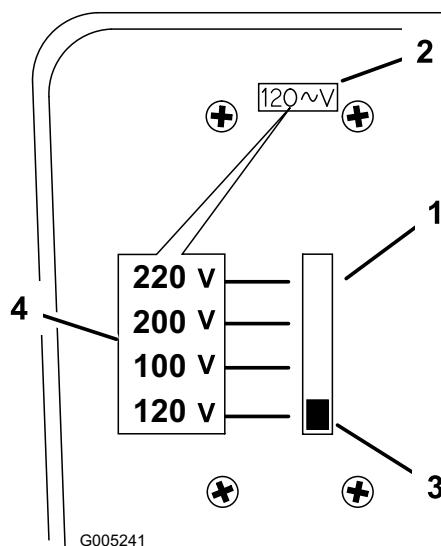

Figura 14
1. Individuate il selettore di tensione, sul retro del caricabatterie (Figura 14).
2. Regolate la tensione impostata spostando verso l'alto o il basso l'interruttore sul selettore di tensione, previsto per variare la tensione impostata (Figura 14).